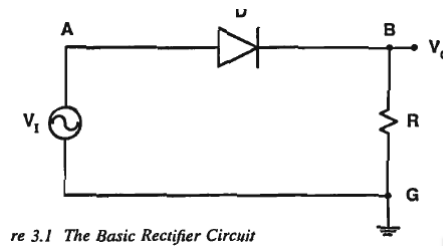

Figura 1: Modelo para obtenção de parâmetros do diodo
1. Criar o esquemático de simulação no PSPICE de acordo com a Figura 1, e com os três modelos diferentes de diodo: 1N4148, 1N4003, 1N5817. Caso tenha dúvidas sobre como proceder, assista o vídeo de apoio na página da tarefa, os itens 2 e 3 também são cobertos no vídeo.